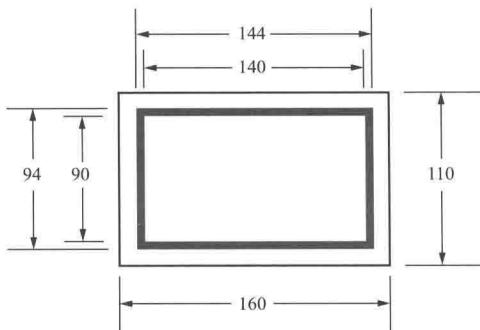
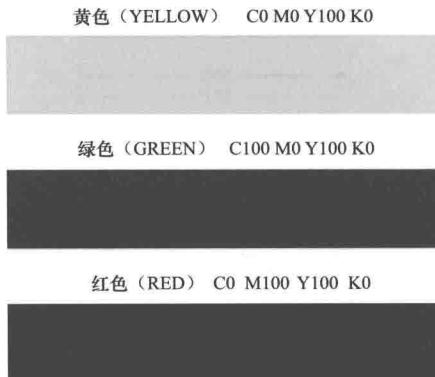

图 1-18 母线标志牌尺寸参考类型（三）
图 1-19 母线标志牌标准色
(4) 母线标志牌尺寸参考类型（三）如图 1-18 所示。
(5) 对于特殊情况的母线其标志尺寸可采用等比例放大或缩小。
(6) 母线标志牌标准色如图 1-19 所示。